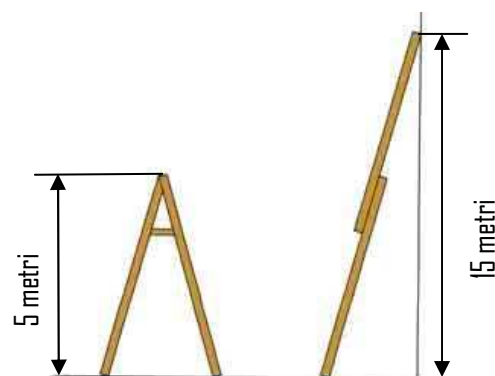

Fig. 27 *Scala trasformabile/estendibile a due tronchi: in appoggio e doppia*
- 1) Con una altezza massima di 5 metri per la configurazione doppia (fig. 27).